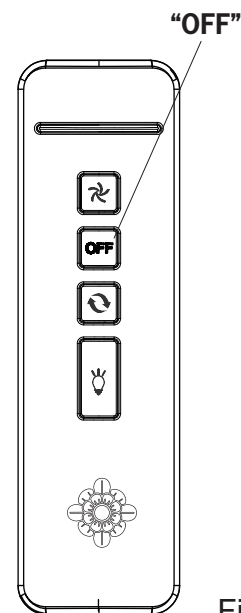

Fig. 4
2. **Configuration de la fonction de mémorisation**, réalimentez le ventilateur, puis appuyez sur le bouton « OFF » pendant environ 4 secondes. Vous devez appuyer sur le bouton « OFF » dans les 60 secondes suivant la réalimentation du ventilateur. (Fig. 4)